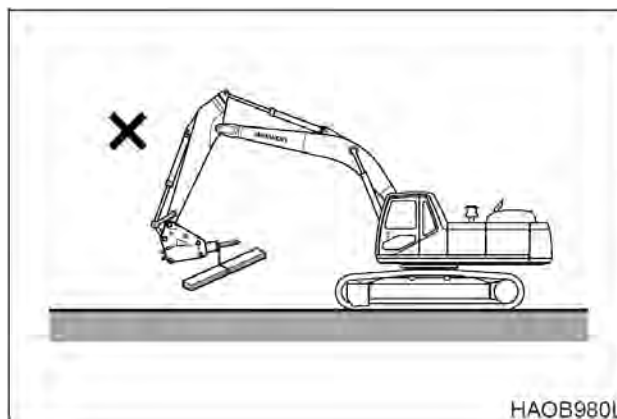

Рис. 75
7. Запрещается поднимать или буксировать что-либо дробилкой. См. рис. 75.